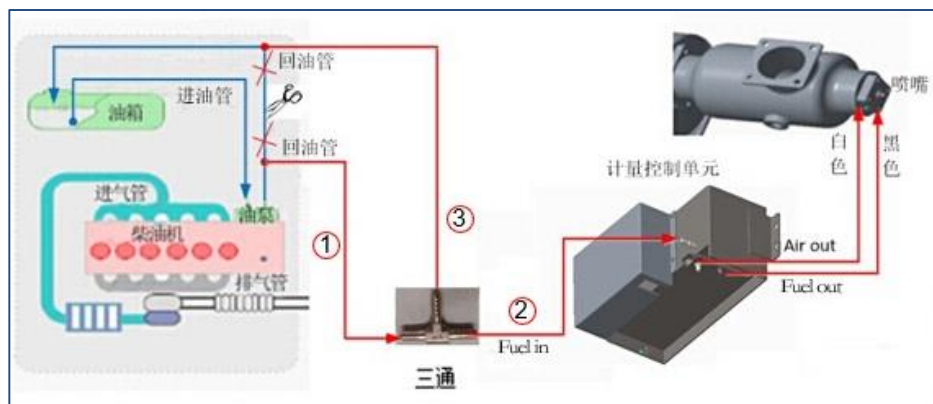

图 24 油/气管路安装示意图
油/气管路按照如图 24 所示进行连接。油泵和气泵集成在计量控制单元内，其中油泵从发动机回油管处取油；气泵从空气直接采气，无需另接气源。
剪开原发动机回油管，按图 24 接上三通接头：第一路①接发动机回油管；第二路②采用低压油管接计量控制单元油泵进口口（Fuel in，图 25(a)）；第三路③接油箱回油管。